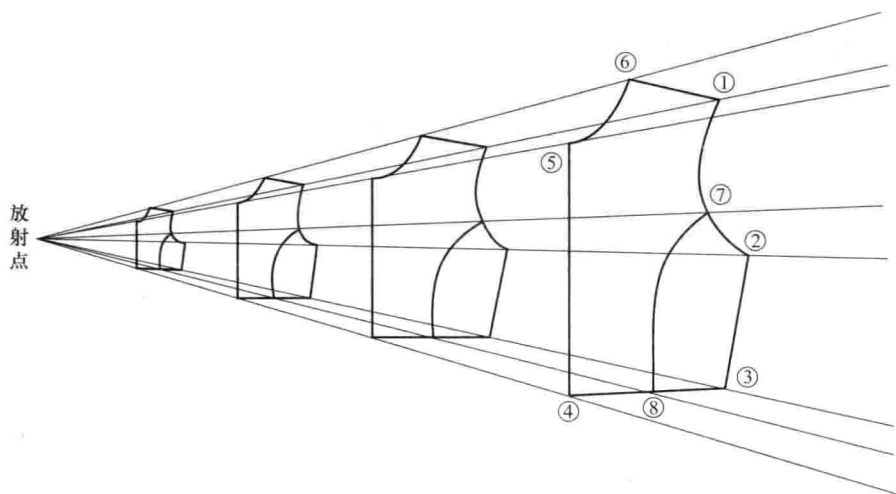

图 1-2
(2) 下列是一片衣片的外形放大，使用放射线在衣片外形 8 个点上扇形放大 (图 1-2)。